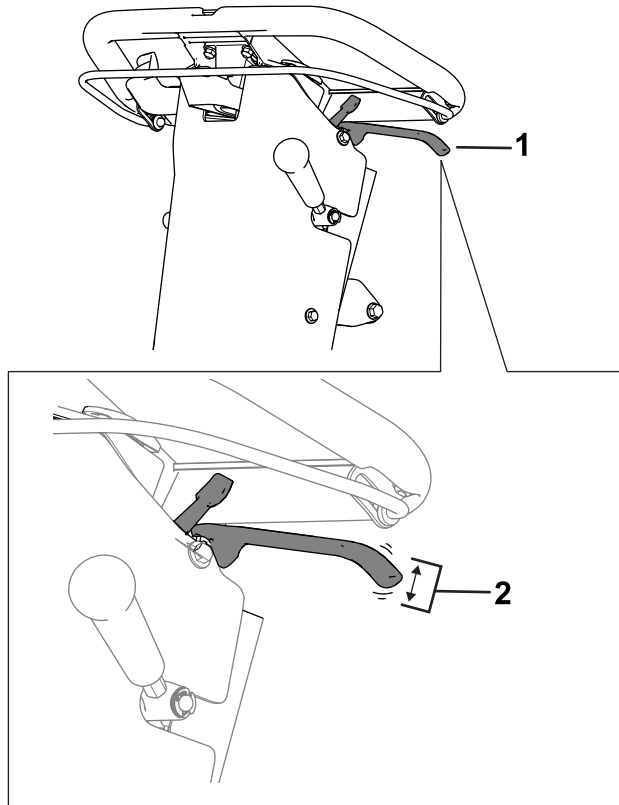

Figura 36
2. Misurate il gioco libero all'estremità della maniglia del freno di stazionamento (**Figura 36**).